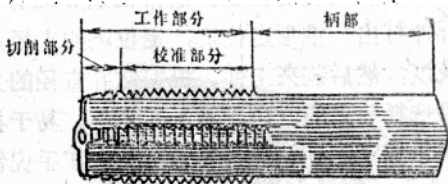

图9-8 丝锥
(1) 丝锥由工作部分和柄部组成，如图9-8所示。工作部分包括切削部分和校准部分。切削部分是指工作部分前端的几个刀齿。校准部分具有完整的牙型，用来校准和修光切出的螺纹，并引导丝锥沿轴向前进。柄部有方榫，用来传递绞杠的扭矩。